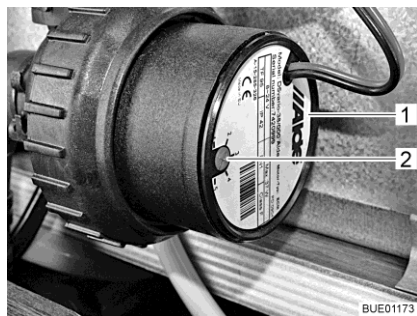

Fig. 218 Riduzione del numero di giri
Con il pomello girevole (Fig. 218,2) è possibile impostare il numero di giri della pompa di circolazione. A un numero di giri ridotto i rumori prodotti dal funzionamento della pompa si riducono.
Il pomello girevole si trova sulla pompa di circolazione (Fig. 218,1).
- Ruotare il pomello girevole (Fig. 218,2) in senso antiorario. La potenza diminuisce.